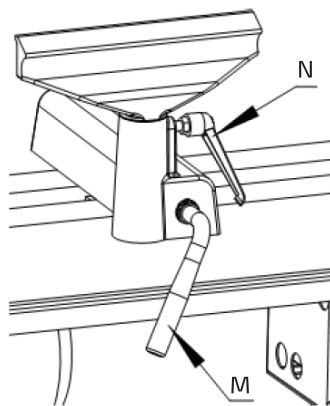

Рис. 7
8. Зажимная рукоятка на корпусе подручника (М на рис. 7). Блокирует корпус подручника в определенном положении. Для перемещения корпуса подручника по направляющим станины необходимо разблокировать зажимную рукоятку. По достижении требуемого положения снова затянуть рукоятку.
9. Зажимная рукоятка подручника (N на рис. 7) блокирует подручник. Для изменения угла наклона и высоты подручника необходимо разблокировать данную рукоятку. По достижении требуемого положения снова затянуть рукоятку.